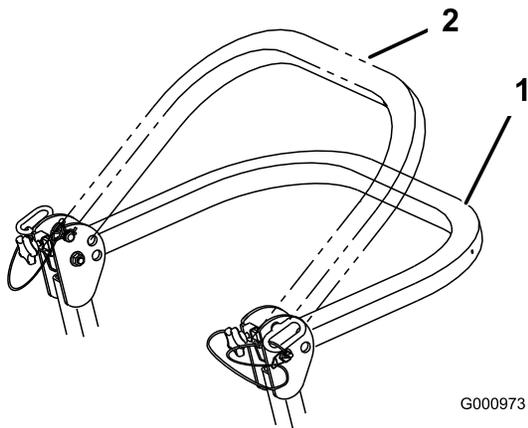

Figure 7
3. Descendez l'arceau de sécurité à la position abaissée. La position abaissée est à deux niveaux. Voir Figure 7 pour les positions.